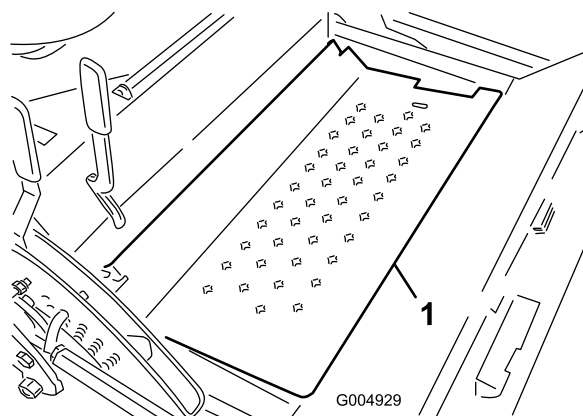

Figure 35
5. Ouvrez le panneau de plancher (Figure 35) et calez-le avec la béquille.